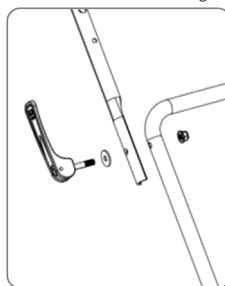

Fig. 2
2. Montați partea superioară a ghidonului pe partea inferioară. Treceți șurubul cu blocare rapidă prin șaiba plată Ø8, apoi asamblați părțile superioară și inferioară ale ghidonului și strângeți cu o piuliță M8 (Fig. 2).